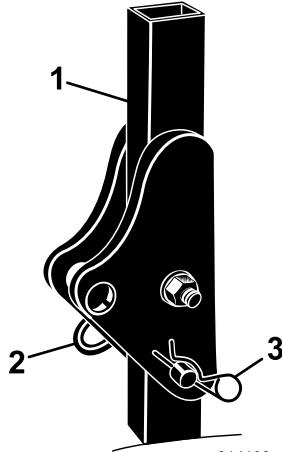

Figure 3
- Retirez les goupilles fendues puis les deux axes de l'arceau de sécurité (Figure 3).
- Relevez complètement l'arceau de sécurité puis insérez les 2 axes et fixez ces derniers avec les goupilles fendues (Figure 3).